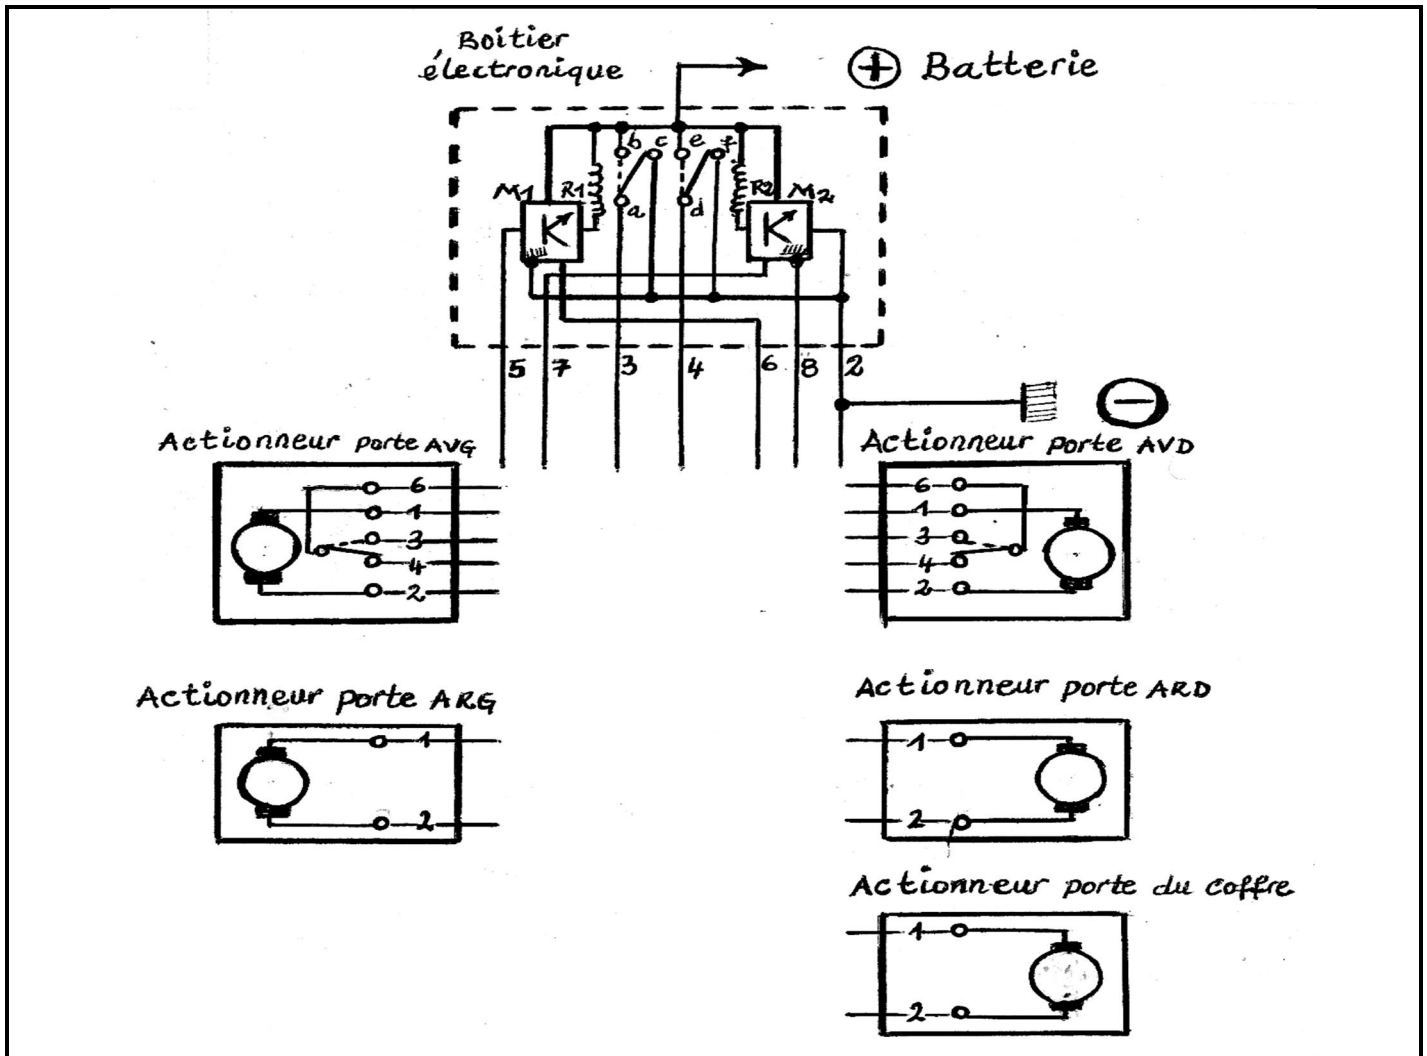

Figure 2 : Dispositif incomplet de verrouillage centralisé avec boîtier électronique.
De plus en plus les voitures sont équipées de systèmes permettant d'assurer la fermeture et l'ouverture simultanée des portes. La **figure 2** présente un dispositif incomplet de verrouillage centralisé avec boîtier électronique de la **CITROEN « Axel »** du véhicule de votre client **M. NKEMI Pierre**,
I.2.1 Faire le branchement du circuit représenté à la **figure 2** pour qu'il soit fonctionnel **(4pts)**
I.2.2 Après la dépose le dispositif du verrouillage centralisé des porte du véhicule de votre client, vous constatez que certains éléments repérés M1 et R2 de la **figure 2** ci-dessus sont défectueux. Pour chacun des éléments repérés dans le **tableau 2** ci -dessous, rechercher le nom de l'organe, une panne possible et un contrôle possible. **(2pts)**